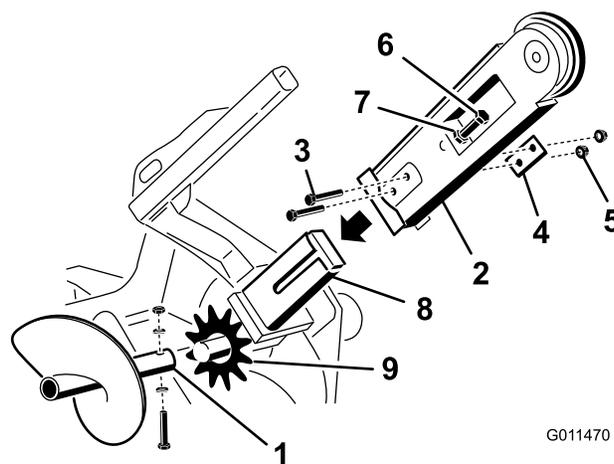

Рисунок 4
2. Снимите болт, 2 седловидные шайбы и гайку, которые крепят отвалный шнек, а затем снимите шнек (Рисунок 4).
3. Снимите 2 болта, гайки и двойные шайбы с боков стрелы (Рисунок 4).
4. Ослабьте регулировочный болт и зажимную гайку (Рисунок 4).